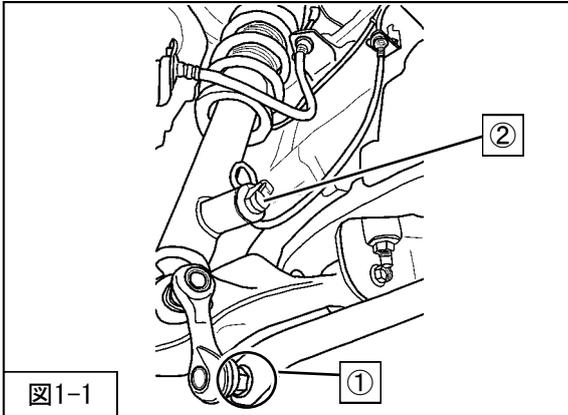

図1-1
2. ①スタビライザリンク取付ナットを取外してください。(図1-1)
3. ②インテリジェントダイナミックサスペンションのコネクター接続を切り離してください。(図1-1)